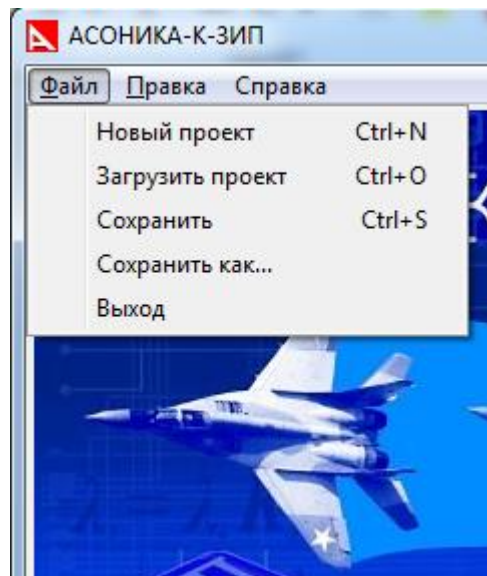

Рис. 3.3. Панель управления: Меню «Файл»
- Меню «Файл», которое позволяет создать новый проект, загрузить проект, сохранить проект и выйти из системы (см. рис. 3.3) в любой момент работы с системой.